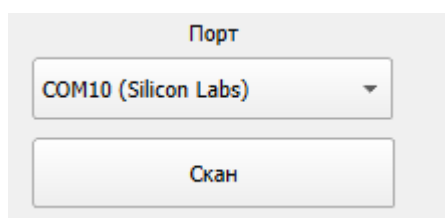

Рис.4 – Выбор сом-порт
3. В основном окне программы Рис.4 выберите com-порт, соответствующий включенному RS485.